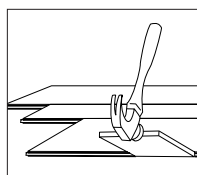

Figura 9
- Es posible que se deba alinear el producto con un retazo cortado según se ilustra (Figura 9—mantenga el ángulo del retazo bajo para no dañar el borde).